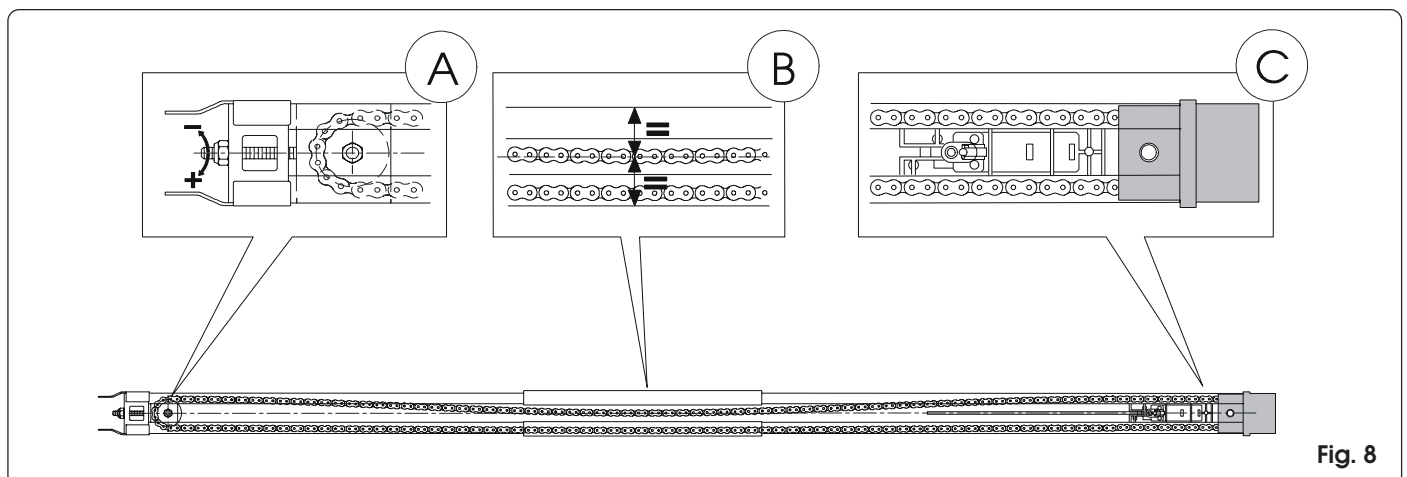

Fig. 8
- 5) Apoyar la guía sobre el lateral (fig. 8)
- 6) Acercar el carro al grupo de tracción (fig. 8 ref. C).
- 7) Ajustar el tensor (fig. 8 ref. A) hasta que la parte central, que está formada por la rama delantera de la cadena, coincida aproximadamente con el eje de simetría de la guía de deslizamiento (fig. 8 ref. B)